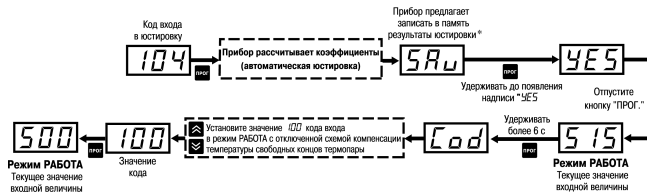

Рисунок 8.6 – Последовательность действий при юстировке схемы прибора с термопарой
4. Не менее чем через 15 – 20 сек после включения питания произвести юстировку прибора (см. рисунок 8.6).